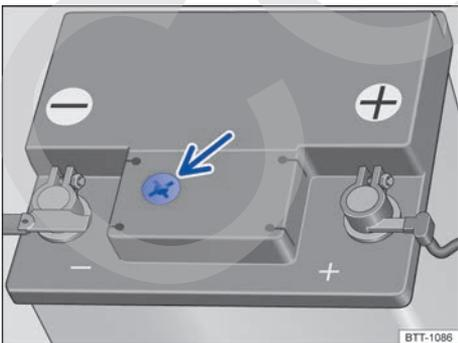

Fig. 201 Representación esquemática: mirilla en la parte superior de la batería de 12 voltios.
- Procure disponer de buena iluminación para poder distinguir bien el indicador de color de la mirilla redonda situada en la parte superior de la batería → fig. 201 (flecha). No utilice nunca una llama desprotegida u objetos incandescentes para alumbrarse.